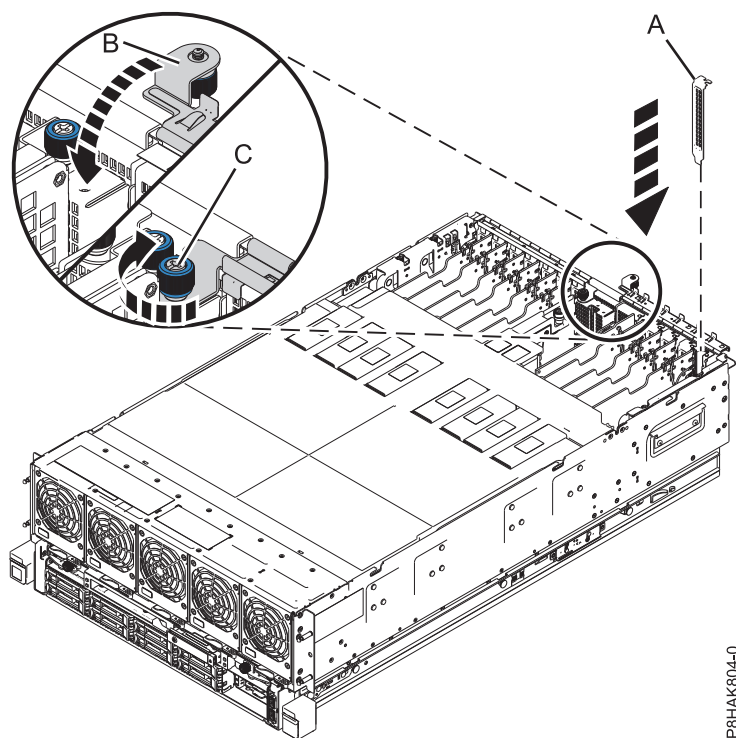

Figura 27. Instalar um preenchimento numa ranhura de um adaptador PCIe num sistema 8408-44E ou 8408-E8E
- a. Segure cuidadosamente no contraponto do preenchimento e alinhe o preenchimento com a ranhura e o respectivo conector no painel posterior do sistema, consulte (A) em Figura 27 na página 42.
- c. Feche a calha de retenção de E/S através da rotação da mesma para baixo, na direcção do sistema (B). Consulte Figura 27 na página 42.
- d. Aperte o parafuso de aperto manual fixo (C) da calha de retenção de E/S, conforme demonstrado em Figura 27 na página 42.